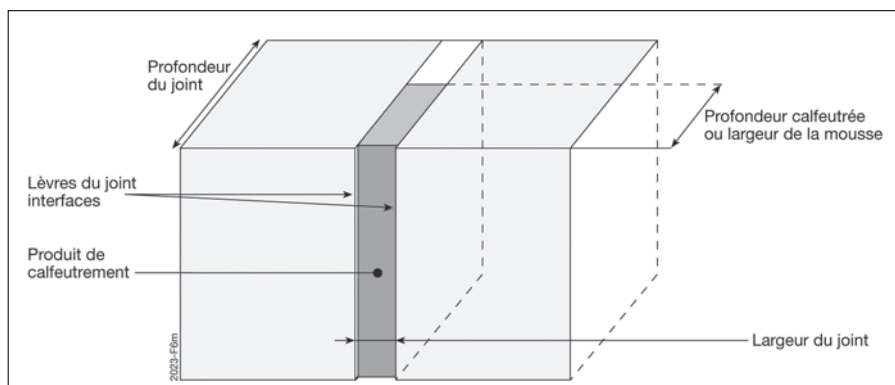

Figure 1 : Terminologie relative aux joints
- Calfeutré à l'aide de mousse imprégnée susceptible de prévenir la pénétration de l'eau ou de l'air, dans la limite des mouvements relatifs prévisibles (voir figure 1).